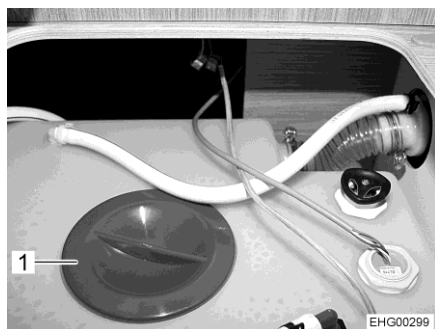
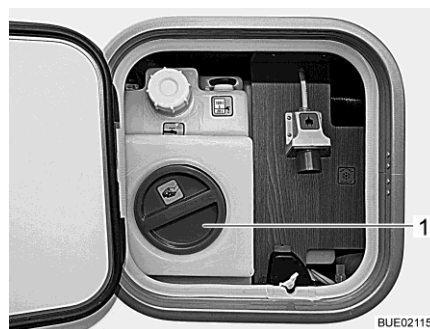

Fig. 196 Ouverture de nettoyage du réservoir d'eau
Fig. 197 Ouverture de nettoyage du réservoir d'eau (unité de service)
- Enlever le couvercle de fermeture (Fig. 196,1 ou Fig. 197,1) du réservoir d'eau.